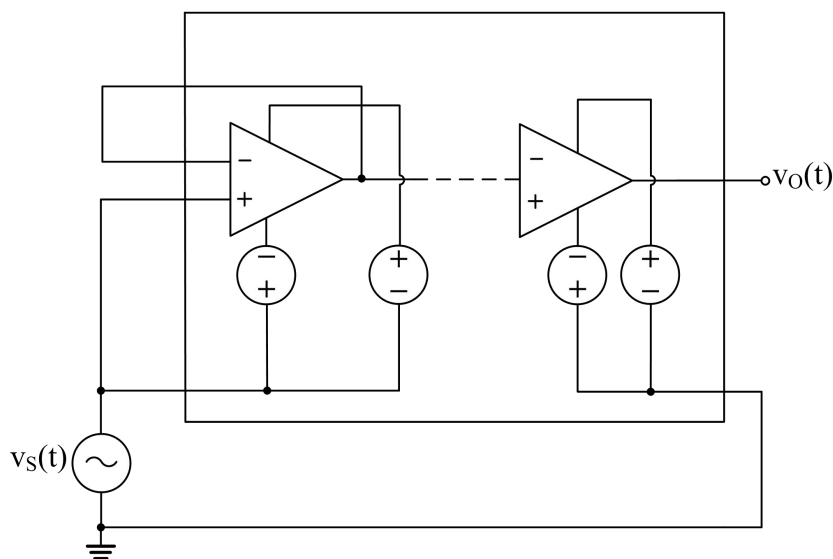

图 3. CMRR & CMTC 测试示意
*测试示意图见图3@ 100Hz Sine Wave @vs(t) = 1000V.